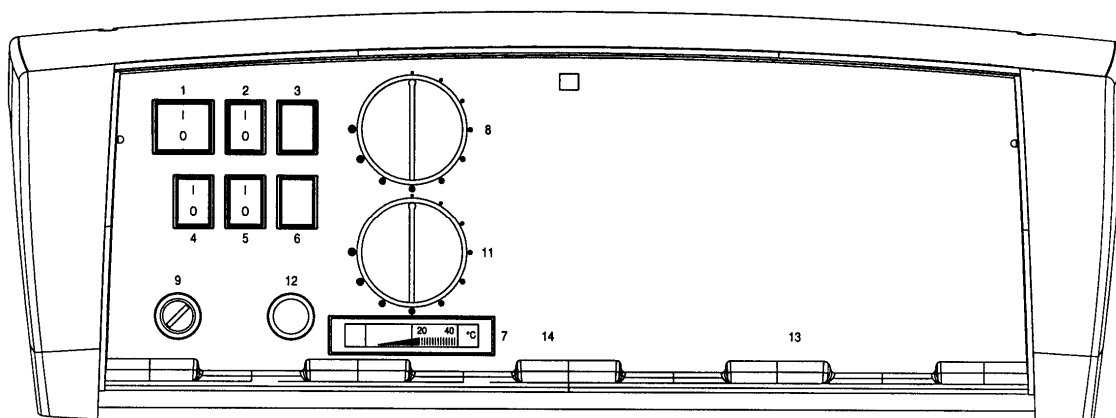

Fig. 4
5.3.1 PANOU DE COMANDA (Fig. 4)